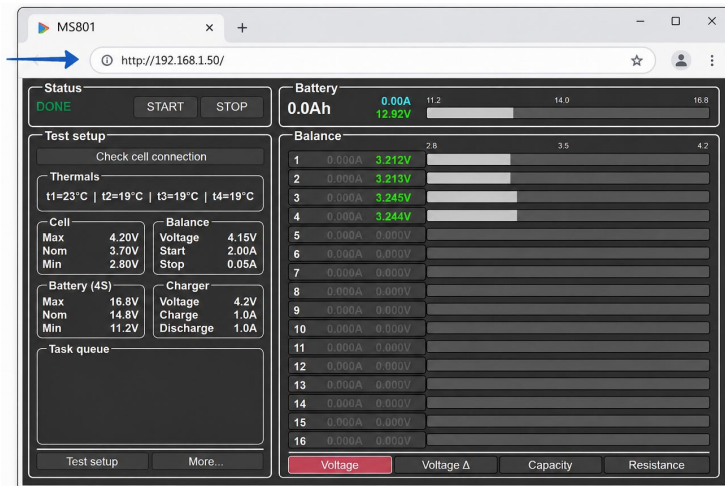

Рисунок 29
3. Введите IP-адрес тестера в адресную строку браузера и нажмите Enter. Пример адреса для подключения: <http://192.168.1.50> (см. рис. 29).